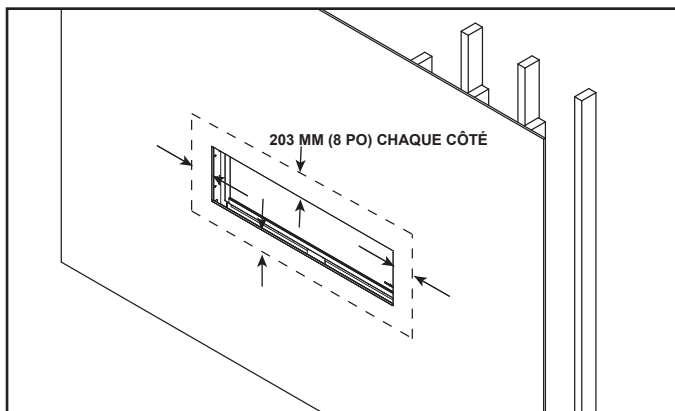

Figure 10.5 Faites un biseau uniforme de composé à joint
3. Appliquez le composé à joints sur le panneau de plâtre. Lors de l'application, faites un biseau uniforme autour de l'ouverture à travers la zone montrée à la figure 10.5. Une surface lisse et uniforme couvrant la zone large du mur est souhaitable pour de meilleurs résultats. Pour de meilleurs résultats, suivre les conseils suivants.